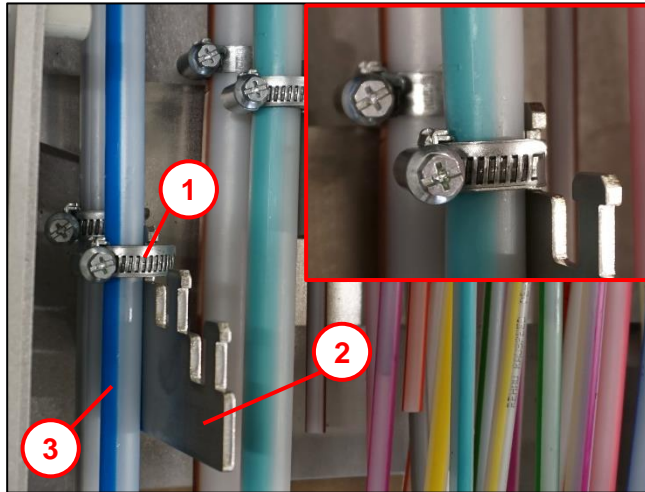

Abb. 12
- Die Mikrorohre soweit in den Schrank einführen, dass eine Mehrlänge von ca. 60 mm oberhalb der Duo-Klammern (1) vorhanden ist um Abdicht- und Beschriftungselemente sowie Kennzeichnungsschilder anbringen zu können.
- Für Zugang (2), Schlauchschellen im Sockel befestigen, Anzugsmoment: 1,5 - 2 Nm (siehe Abb. 12).